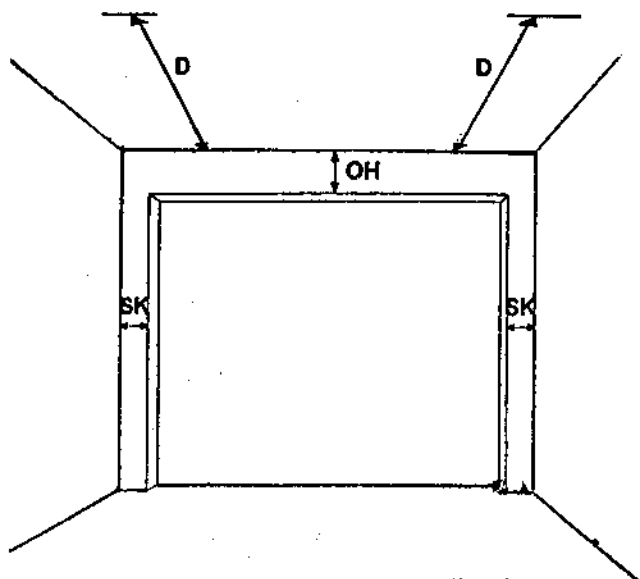

Fig. 1
Dybden (D) i garasjen må være min. portens høyde pluss 46 cm. Se fig. 1. Det kreves ekstra dybde ved bruk av portåpner.